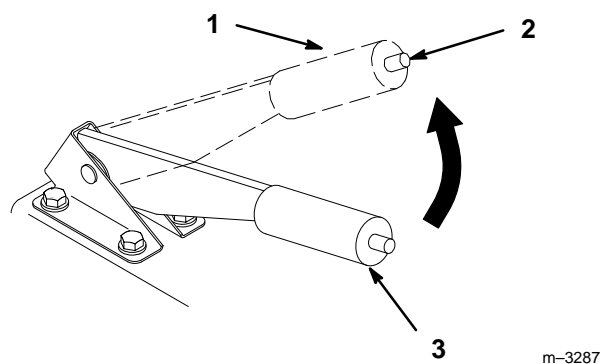

Abbildung 2
2. Zum Anziehen der Feststellbremse den Hebel nach oben ziehen (Abb. 2). Der Hebel der Feststellbremse sollte in angezogener Position fest stehen bleiben.
1. Den Knopf hereindrücken und den Hebel der Feststellbremse herunterlassen (Abb. 2).